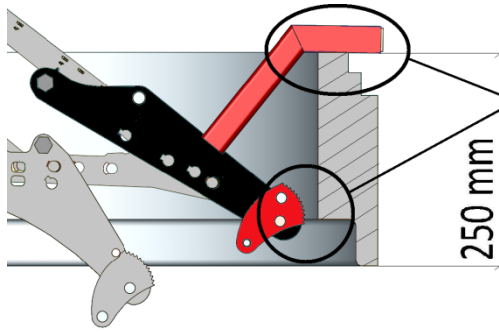

Bild 1
**Das Greifen von Schachtringen (Bauhöhe 250 mm) OHNE oben benanntes Zubehörteil (4400.0079) ist untersagt (→ siehe Bild 1).
Bild 1 zeigt einen Schachtring mit einer minimalen Bauhöhe von 250 mm **ohne** „Adaptersatz“ an Auflage von SVZ-UNI“ (44000079).